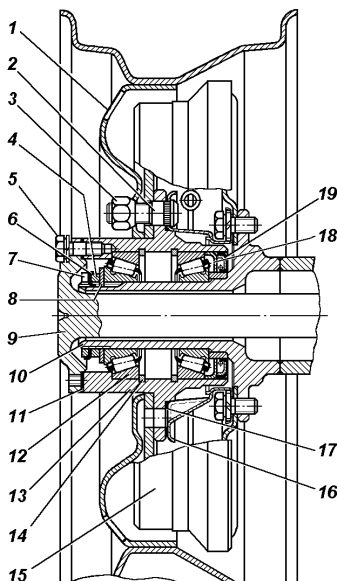

Рис. 9.34. Ступица заднего колеса:
3. Отогните ус стопорной шайбы 6 (рис. 9.34), отверните контргайку 7 и снимите стопорную шайбу.